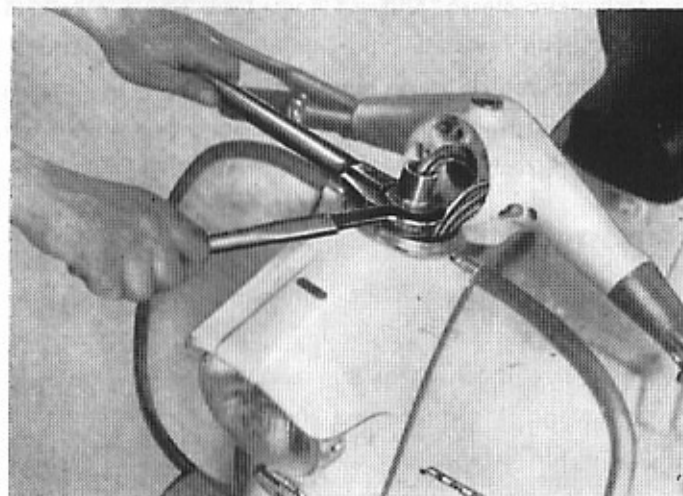

Fig. 33
- 49** Smontare il manubrio (vedi op. 48), svitare la ghiera per registro sterzo e l'anello per gabbietta (attrezzi n. 40490 e 40482) e sfilare la forcella anteriore. Vedi fig. 33.